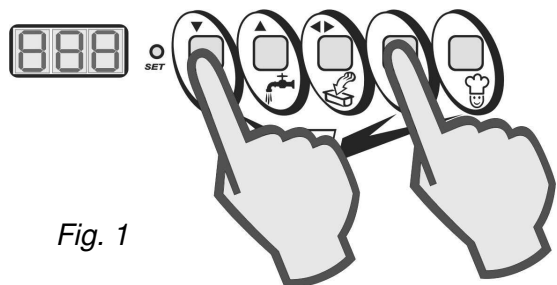

Fig. 1
- Con la máquina en STOP, presione simultáneamente las teclas STOP y AUTOMÁTICO para acceder al programa de producción de granizado con control de tiempo de elaboración y agitación cíclica (Fig. 1).